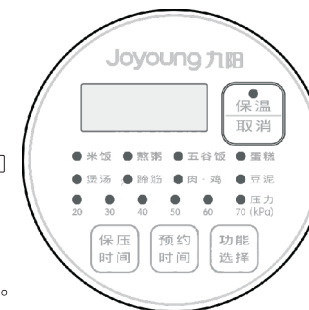

图10
- 1、接通电源，机器“嘀”一声长鸣同时屏幕显示“--:--”，表示机器进入待机状态；此时可按下“功能选择”键选择相应的功能，该功能的相应压力指示灯点亮，屏幕同时显示保压时间，相应的功能指示灯开始闪烁，7秒钟后停止，指示灯长亮开始加热。(在此7秒钟内，您可以进行功能切换并进行预约时间设置)。如果想取消先前的烹饪功能，可以按“保温/取消”键予以取消，再重新选择您所需要的烹饪功能。功能键布局如图10所示。